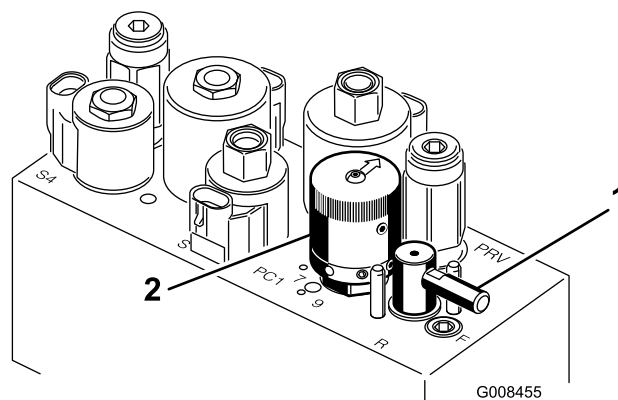

Figura 50
5. Girate la leva di lappatura in posizione "R" (Figura 50).
6. Girate il comando di velocità dei cilindri in posizione 1 Figura 50.